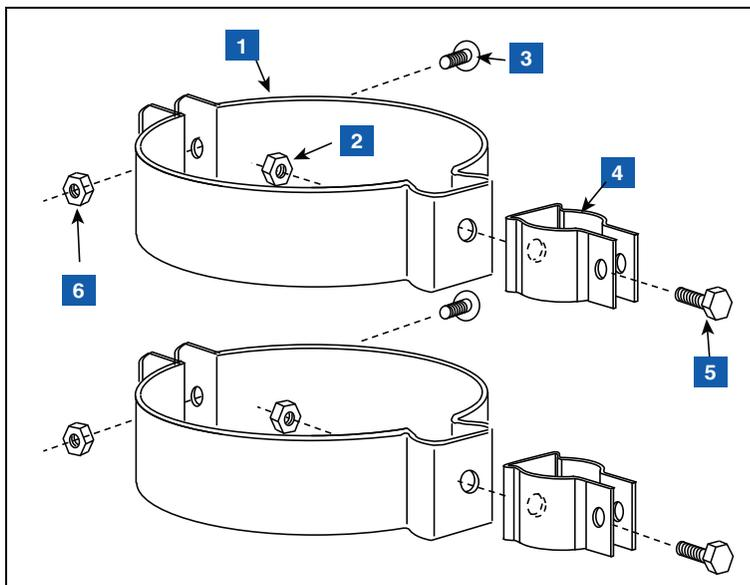

Figure 28. Fixation des brides de conduits de 12,7 mm (1/2") aux supports pour tuyaux ascendants
1. Fixez les deux brides de conduits de 12,7 mm (1/2") aux deux supports pour tuyaux ascendants présents dans le kit de matériel d'installation (330020-528 ou 330020-835) (50,8 mm [2"] ou 101,6 mm [4"], selon les besoins) comme illustré à la Figure 28. Orientez les supports pour tuyaux ascendants de sorte que les trous pour les brides de 12,7 mm (1/2") soient alignés verticalement.
LÉGENDE DE LA FIGURE 28